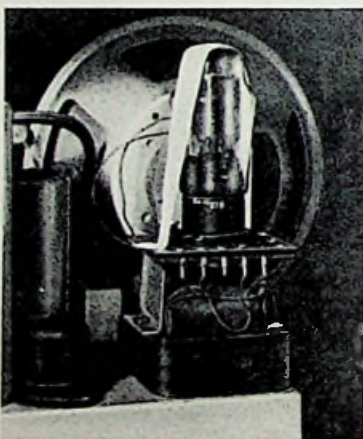

Bild 5. Das Sichern der Röhren für den Transport durch Überkleben mit Tesakrepp
**Tesakrepp** besitzt einen Träger aus kräftigem Krepp-Papier und läßt dadurch eine besonders hohe Dehnung zu, so daß es sich leicht um vorstehende Ecken und Kanten herumziehen und festkleben läßt. Ziemlich allgemein bekannt ist die Verwendung von Tesakrepp zur Sicherung der Röhren im Rundfunkempfänger gegen Herausfallen während des Transportes (Bild 5). Aber auch zur Festlegung von hervorstehenden Abgleichkernen ist es gut geeignet (Bild 4); es vermeidet dabei gegenüber Lacksicherungen das lästige Festkleben der Kerne.
Normalerweise macht das Befestigen und Spannen der Membran die größten Schwierigkeiten. Die vom Verfasser entwickelte 3-Punktbefestigung erleichtert diese Arbeit. Nach Bild 5 sind zwei Ringe anzufertigen, zwischen denen die Membran gespannt wird. Für die Membran selbst besorgen wir uns einen alten statischen Kondensator, dessen Wickel breiter als 50 mm ist (Hochspannungs-Kondensator). Zuerst nehmen wir eine Glasscheibe, säubern sie gut mit Spiritus; dann schneiden wir ein Stück Kondensator-Folie von 100 mm Länge ab und legen es auf die Glasplatte. Mit einem sauberen, weichen Lappen, der in Spiritus getaucht ist, wird nun die Folie glattgestrichen. Dann ist die Folie abzuheben, die Glasplatte nochmals mit Spiritus abzuwischen und nun die schon gesäuberte Seite der Folie nach unten zu legen. Jetzt wird die andere Seite sehr sorgfältig unter Verwendung von Spiritus gereinigt und glattgestrichen, bis keine Falte mehr vorhanden ist. Mit der Lupe betrachten wir die Folie; es dürfen keine Löcher und rauen Stellen vorhanden sein. Bei einem 100 mm langen Stück findet man immer eine brauchbare Stelle.
- 1 Oberring | Bild 5